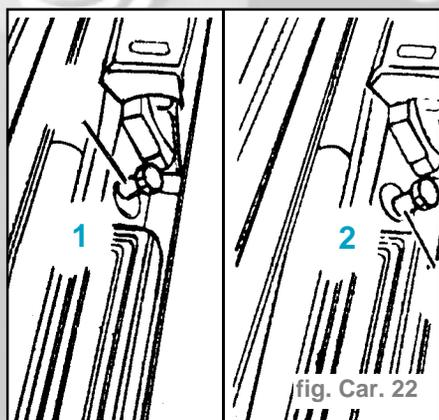

fig. Car. 22
- La figure montre ce que l'on voit lorsque l'on regarde latéralement sur l'excentrique de la partie inférieure de la serrure (fig. Car. 22).